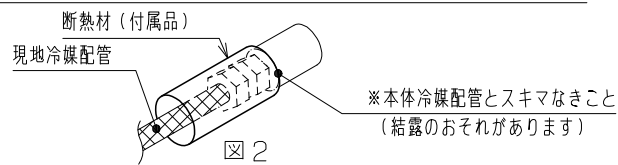

図2
2. フレア接続部、現地冷媒配管部に断熱材を巻き付け（スキマなきこと）、市販の配管施工用テープで仮固定してください。（図2）